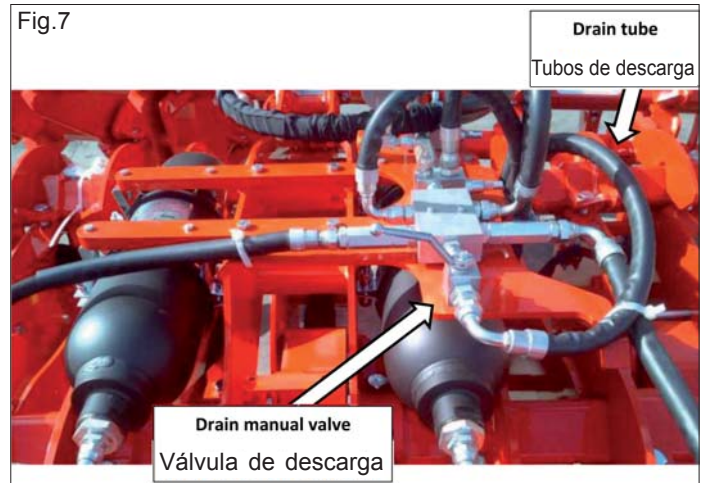

Fig.7
- a) Verifique que en la unidad acumuladores no haya presión (lea su valor en el manómetro: este valor debe ser cero). Si hubiera presión, abra la válvula de descarga manual para descargarla (preste atención: desde el tubo de drenaje puede salir un flujo de aceite); Fig.7
- b) Verifique que en las líneas hidráulicas de los cilindros no haya presión presionando las cabezas de las conexiones rápidas macho. Después de la conexión de los conectores rápidos, compruebe que no haya contacto entre los diferentes tubos hidráulicos y las estructuras del diente y que los diferentes tubos en cuestión estén fuera del radio de acción de las estructuras del diente (durante su recorrido de trabajo). Fig.7
Después de haber descargado el aire de la instalación verifique que la válvula manual de descarga esté cerrada para poder trabajar. Fig.7